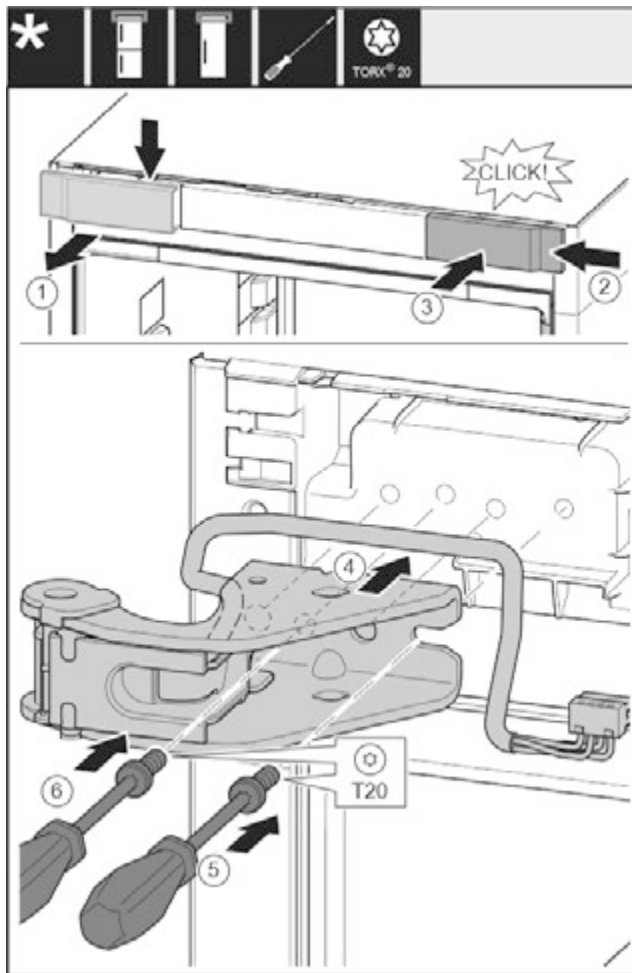

Fig. 25
- ▶ Зніміть кришку вгору вперед. Fig. 25 (1)
- ▶ Почепіть кришку, що повернута на 180°, з іншого боку праворуч. Fig. 25 (2)
- ▶ Зафіксуйте кришку. Fig. 25 (3)
- ▶ Встановіть верхній опорний кронштейн. Fig. 25 (4)
- ▶ Встановіть та закрутіть гвинт за допомогою викрутки T20. Fig. 25 (5)
- ▶ Встановіть та закрутіть гвинт за допомогою викрутки T20. Fig. 25 (6)